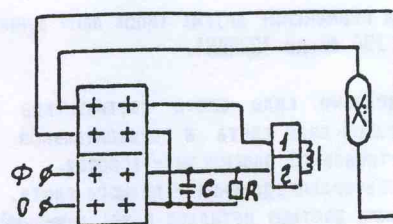

Рис. 3
5.5. Подключение проводов сети производится к проводам, выходящим из светильника, согласно схеме (Рис.3), при этом нулевой провод сети подкачивает к маркированному синей краской проводу с маркировкой "0", фазный провод к проводу "Ф", а провод заземления к проводу заземления (желто-зеленого цвета).